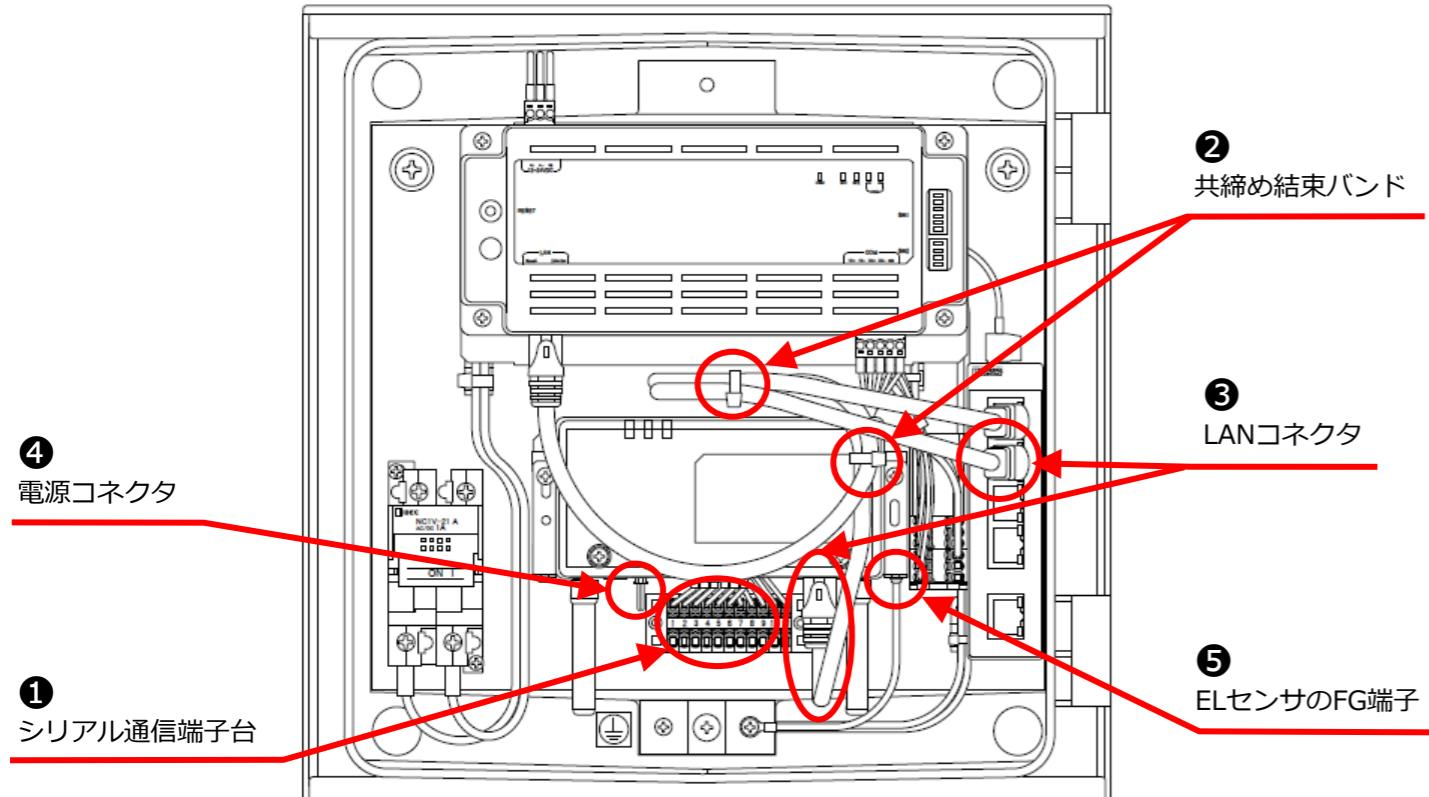
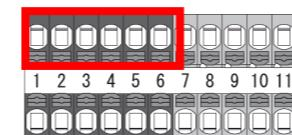
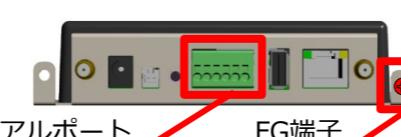

図3 自家消費モバイルパック組込図
図4 シリアル通信端子台
図6 ELセンサ背面図A
(1) シリアル通信端子台の1番～6番ポートの信号線を取り外す。（図3 ①、図4）
(1) 2本のLANケーブルを共締めしている結束バンドをニッパーで切る。（図3 ②）
(2) ELセンサに接続されているLANケーブルをELセンサ、Hubから取り外す。（図3 ③）
(1) ELセンサの電源コネクタを取り外す。（図3 ④）
(2) 外した電源コネクタに絶縁テープなどで絶縁処理を施す。
(1) アース線を取り付けているねじ止めを外す。（図3 ⑤、図6）
(1) ELセンサ背面のシリアルポートに接続されている通信線を取り外す。（図6）